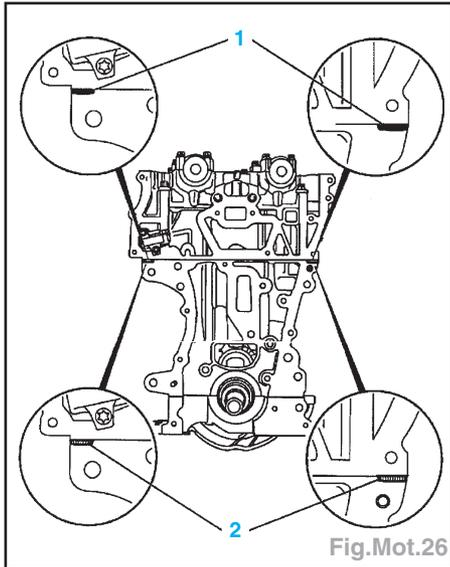

Fig.Mot.26
- Appliquer de la pâte à joint aux endroits (1 et 2) et monter le joint (Fig.Mot.26).